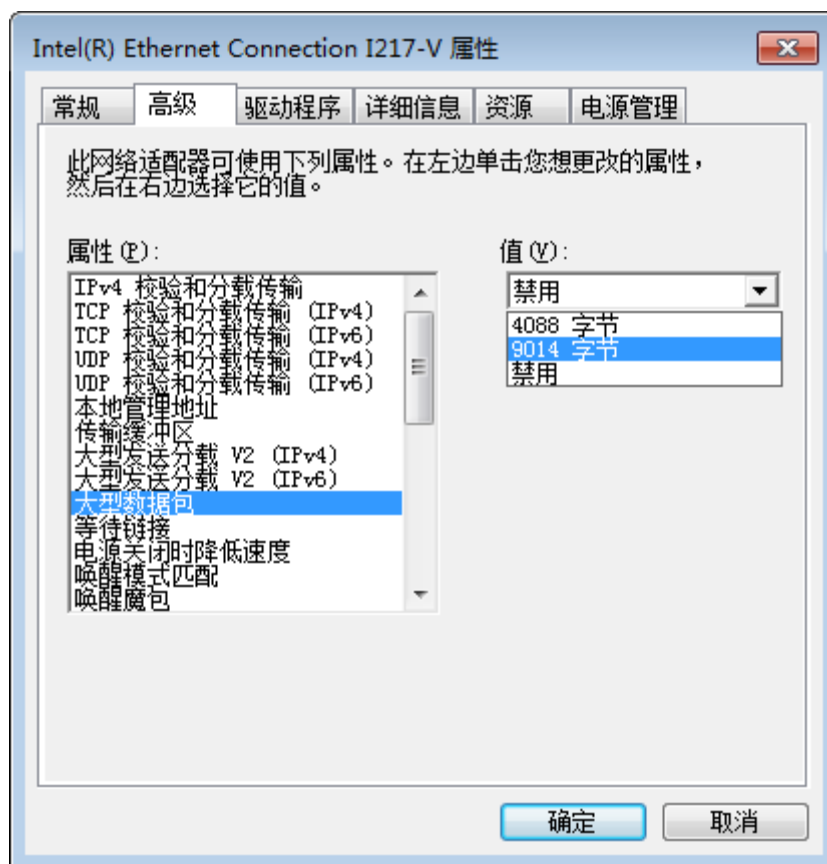

图3-3 网卡属性高级设置
2. 依次点击控制面板—>网络和 Internet—>网络和共享中心—>更改适配器配置，选择对应的网卡，打开属性中的高级菜单，本地网卡大型数据帧设置为 9014 字节，传输缓冲区和接收缓冲区均设置为 2048，中断节流率设置为极值。具体设置如图 3-3 所示。